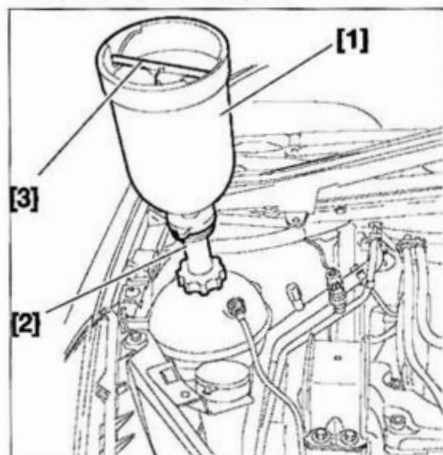

FIG. 21
- Montar el conjunto cilindro de carga [1], tapón [3] y adaptador [2] en el taladro de llenado (útiles ref. 4520-T, 4370-T y 4222-T (Fig.21).